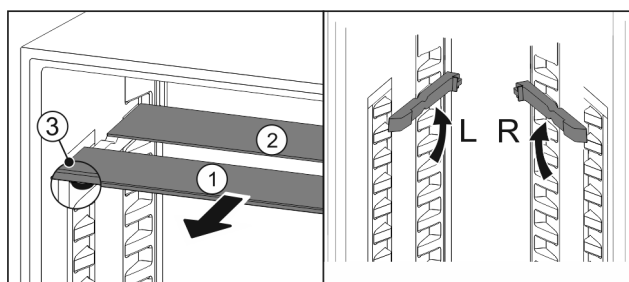

Fig. 99
- ▶ Træk glaspladerne ud enkeltvis fremad *Fig. 99 (1)*.
- ▷ Glasplade *Fig. 99 (1)* med pynteliste ligger foran.
- ▷ Stoppene *Fig. 99 (3)* peger nedad.